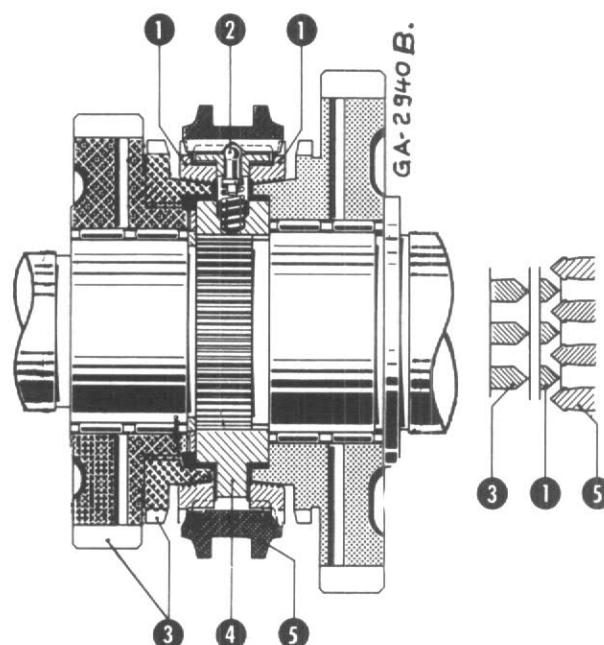

Figure 60
En position neutre, les cônes de synchronisation (1, Fig. 60) tournent en roue libre, i.e. sans entraîner les pignons (3).
Le mouvement du manchon baladeur (5, Fig. 60) est transmis par les billes (2) et les reteneurs au cône de synchronisation (1) qui est ainsi pressé contre la rampe conique du pignon d'entraînement à engager. La force de friction qui en résulte provoque un déplacement en torsion du cône de synchronisation, lequel est contenu par des butées dans le corps du synchroniseur.